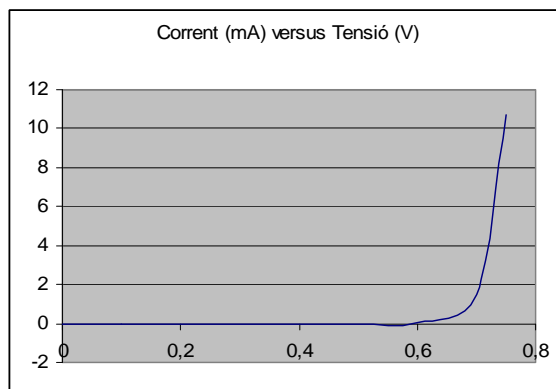
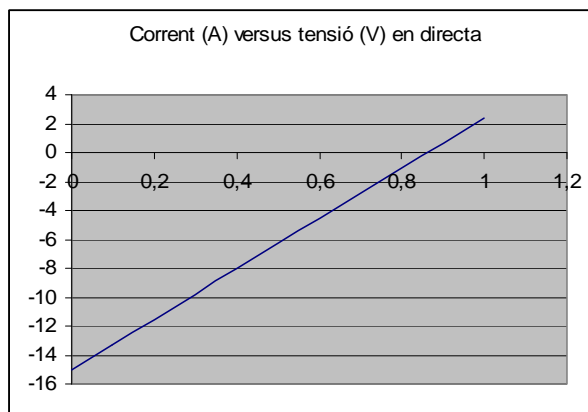
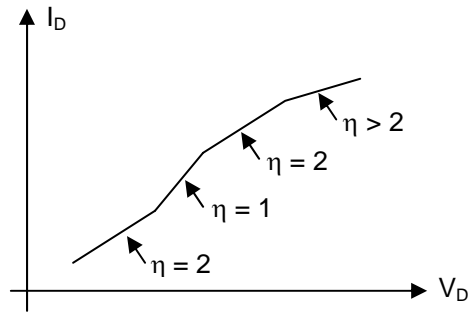

Figura 6.2.- Representació lineal de  $I_D = 10^{-15} \cdot [\exp(V_D/0.025) - 1]$
Figura 6.3.- Representació semilogarítmica de  $I_D = 10^{-15} \cdot [\exp(V_D/0.025) - 1]$
Figura 6.4.- Característica semilogarítmica d'un díode real
És immediat comprovar que per valors de  $V_D$  una mica inferiors a 0,7 el corrent és molt inferior a 1 mA, que en moltes aplicacions es podria aproximar per zero, mentre que per valors lleugerament superiors a 0,7 és molt superior a 1 mA. La figura 6.2 és una representació realitzada a través del full de càlcul de l'equació del díode per aquests valors.
La figura 6.2 mostra la representació de l'equació del díode en una escala lineal, és a dir, tant en l'eix abscisses com en el d'ordenades la distància d'un valor a l'origen és proporcional al seu valor absolut. Aquest tipus de representacions en escala lineal són les que s'utilitzen gairebé sempre en les representacions gràfiques de funcions o resultats.
La representació lineal, malgrat que és molt útil, té però alguns inconvenients. Un d'ells és que ens permet visualitzar un marge molt petit de valors del corrent (en la figura 6.2, per exemple, podem veure amb cert detall un interval d'uns 10 mA). Una alternativa que permet visualitzar un marge de valors molt més gran és la representació semilogarítmica, que consisteix en representar el  $\log(I_D)$  en funció de  $V_D$ .
La funció  $\log(I_D)$  es, per tant, una recta de pendent  $[\log(e)/\eta V_t]$  i que intersecta l'eix d'ordenades en  $\log(I_s)$ . A la figura 6.3 es representa en escala semilogarítmica la mateixa equació que la representada en escala lineal a la figura 6.2. En aquesta gràfica cal observar que a l'eix d'ordenades hi figura  $\log(I_D)$ . Si  $I_D$  val 1 A el seu logaritme és zero, i si val 1 mA el seu logaritme és -3. Per tant, la gràfica ens mostra valors de  $10^{-15}$  A fins a valors de  $10^2$  A: 17 ordres de magnitud! Observeu que en aquesta gràfica l'interval de 1 mA a 10 mA és una part molt petita de la gràfica. Una segona observació; la gràfica no és vàlida per valors de  $V_D$  inferiors a 0,1 V, ja que s'ha negligit el "-1" de l'equació del díode. En realitat, per  $V_D$  igual a zero, el corrent és zero, i el seu logaritme tendria a menys infinit. L'extrapolació de la recta per valors inferiors a 0,1 V ens permet determinar el valor de  $I_s$ , que en aquest exemple és  $10^{-15}$ .
L'equació del díode que s'acaba de representar a la figura 6.3 correspon a la d'un díode amb factor d'idealitat  $\eta$  igual a la unitat. Els díodes reals presenten trams en els que  $\eta$  és la unitat i altres en els que val 2. També sol haver-hi altres trams, normalment en valors elevats del corrent, en els que la característica s'aparta d'aquestes rectes. Aquestes desviacions respecte del model ideal són degudes a fenòmens secundaris, a efectes de "segon ordre". La figura 6.4 representa un exemple de característica d'un díode real. Noteu que els canvis en  $\eta$  només afecten al pendent dels segments representats (equació (6)). En